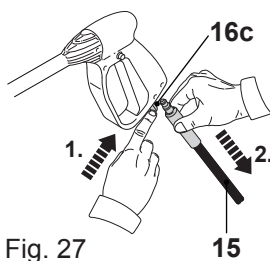

Fig. 27
- Empuje el seguro (16c) de la pistola de alta presión (16) para abrir la toma de conexión y desconecte la manguera de alta presión (15) tirando de ella hacia fuera (Fig. 27).